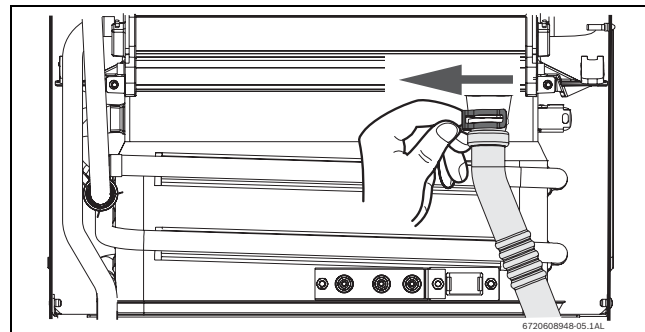

Fig. 62
- ▶ Rimuovere la fascetta e scollegare l'estremità del tubo di scarico condensa (Fig. 62).